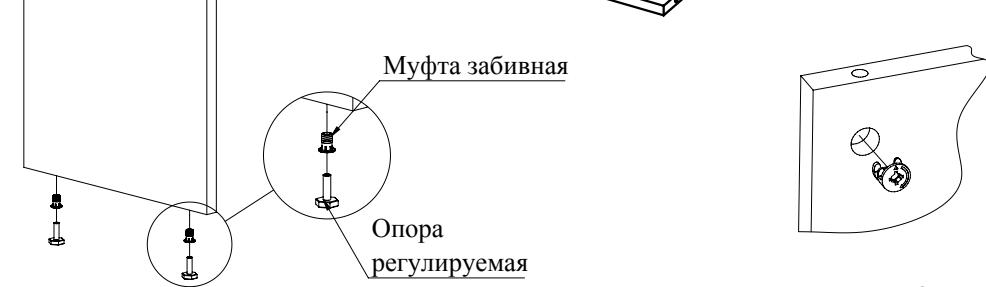

Рис.2
- Установите муфты забивные в соответствующие торцевые отверстия деталей 1, 2. В муфты забивные вкрутите опоры регулируемые (Рис. 2).